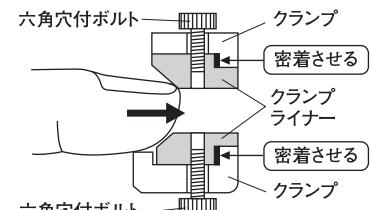

図16
- ④ライナーを交換してサイズ変更する場合は、クランプとライナーを密着させて固定してください。(図16)